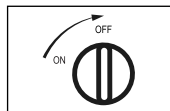

Bild 5
1. Vrid vredet till "OFF" för att avbryta gastillförseln [Bild 5]. Vänta tills lågan slocknar helt innan du går vidare till nästa steg.